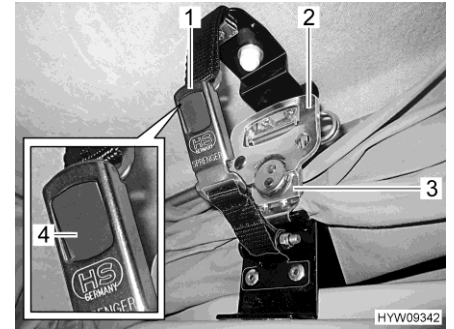

Fig. 24 Dispositif de verrouillage
- Tirer le tendeur rapide (Fig. 24,3) de chaque côté vers le bas et l'accrocher dans la plaque de fixation.
- Déplier la poignée (Fig. 24,2) de chaque tendeur rapide et la faire tourner d'un demi-tour dans le sens des aiguilles d'une montre.
- Emboîter les deux pièces de la houssette (Fig. 24,1). Le bouton-poussoir gris (Fig. 24,4) s'enclenche.